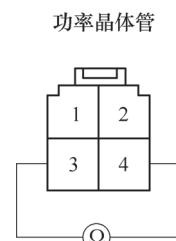

图 5-147 测量功率晶体管 3 号端子与 4 号端子之间的电阻
2) 如图 5-147 所示，测量功率晶体管 3 号端子与 4 号端子之间的电阻。电阻值大约为  $1.4 \sim 1.5k\Omega$  。如果电阻值不符合技术参数，更换功率晶